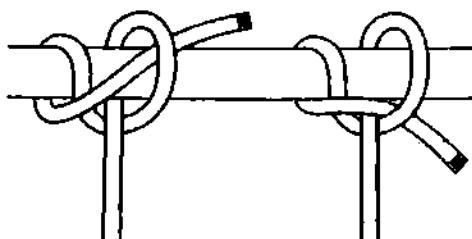

Рис. 664. **Лисельный фаловый узел.** Ходовой конец пропускается под коренной обнос как у пикетного узла.
**Лисельный фаловый узел** – это ещё один вариант захвата ходового конца в **зигзаговом узле** (рис. 664). Узел предназначен для постоянной тяги, он быстро вяжется и легко развязывается. **Лисельный фаловый узел** на мягкой верёвке держит очень хорошо – на ней он переносит даже рывки и переменные нагрузки. На жёсткой верёвке при неравномерной и сильной тяге узел протравливает. **Лисельным фаловым узлом** можно временно связать тонкую верёвку с толстой.